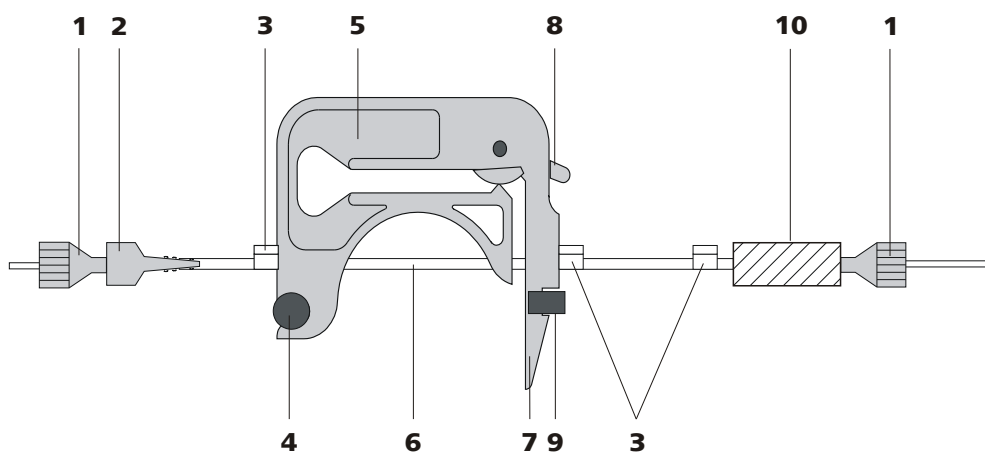

Figura 26 Peças e conexões da bomba peristáltica
- Inserir o tubo da bomba nos cassetes de tubo (ver figura 26, página 51). Os retentores (26-3) devem ser encaixados no respectivo dispositivo de fixação do cassete de tubo.